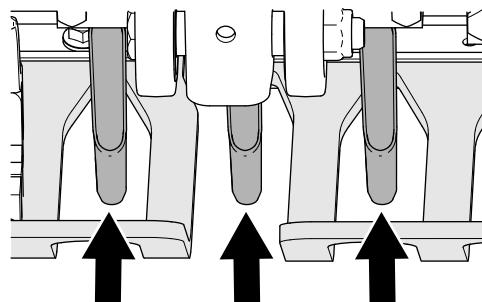

**Figura 43**
1. Monte provisionalmente el portataladros y los taladros al brazo de taladros n.º 2 (Figura 42 y Figura 43) con 3 pernos ( $\frac{1}{2}$ " x 1¼").